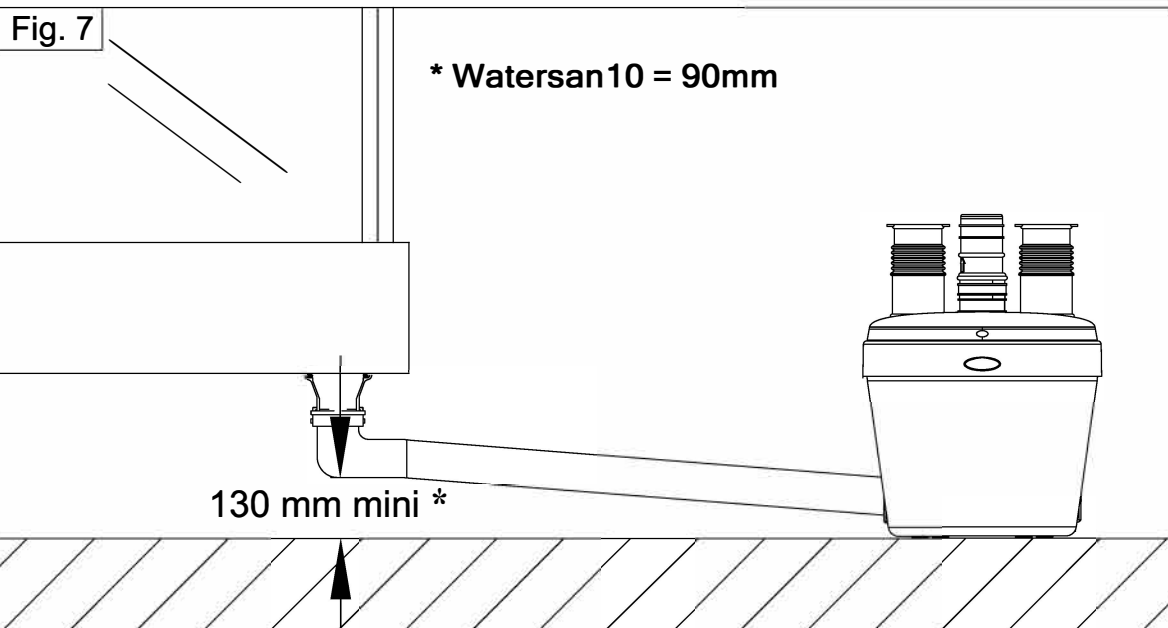

Fig. 8
9) RACCORDEMENT DE L'ENTRÉE LAVABO : fig. 8